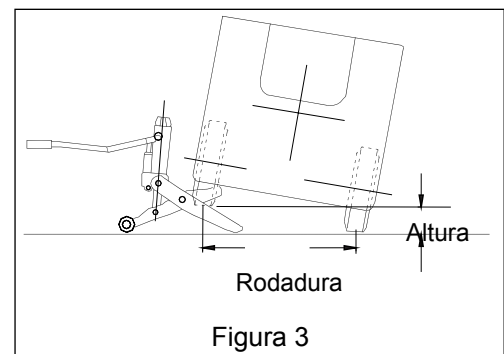

Figura 3
2. Proceda con suma precaución cuando levante montacargas angostos (inferiores a 40" [101,60 cm] de ancho) de los lados. Asegúrese siempre de que la altura entre el suelo y la parte inferior del neumático elevado nunca sea superior a un cuarto (1/4) de la rodadura del vehículo. Consulte la figura 3 (la rodadura se mide de línea de centro a línea de centro de las bandas de rodadura del neumático). Si se supera el cuarto establecido, el montacargas podría alcanzar el punto de inestabilidad y volcar, o la angularidad del bastidor del montacargas podría hacer que el gato se salga y se caiga la carga. Ejemplo: si la rodadura es igual a 36" (91,44 cm), no levante la parte inferior del neumático del vehículo más de 9" (22,86 cm) del suelo.